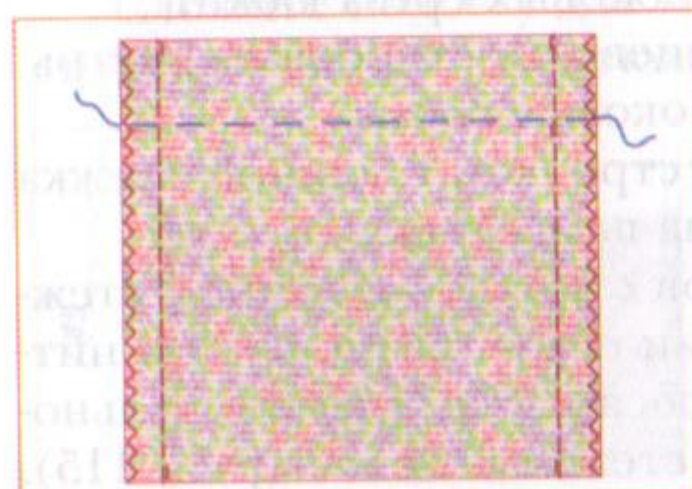

Рис. 115 Обработка боковых срезов юбки
4. Стачайте второй боковой шов строчкой с длиной стежка 2,5 мм от нижнего среза до линии сгиба, размеченной ниткой. Выполните закрепку. Оставшуюся часть (участок цельнокроеного пояса-кулиски) стачайте стежками 4 мм (рис. 115). Ширина шва 15 мм.